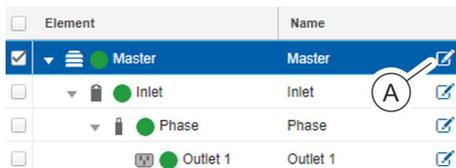

Abb. 97: Element auswählen
1. In der Spalte "Name" neben dem gewünschten Element auf das Bleistift-Symbol klicken (Abb. 97/Ⓐ).